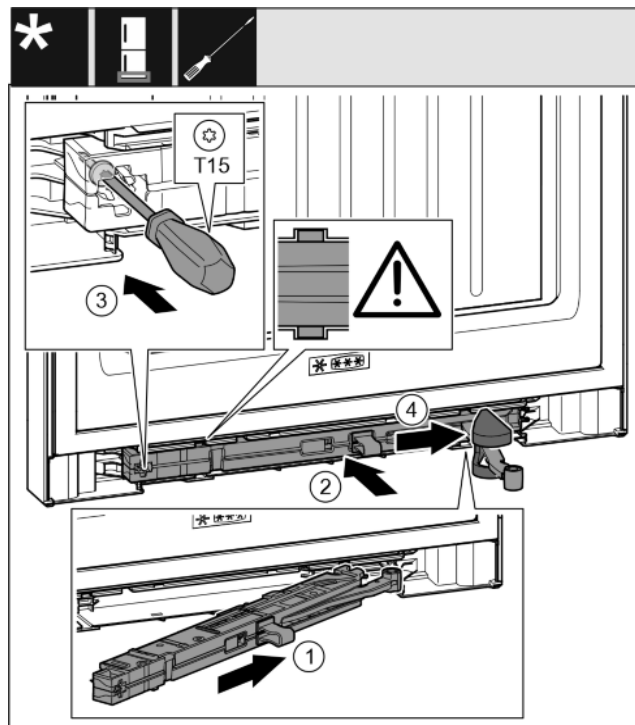

Fig. 36
- Enoto blažilnikov za zapiranje vrat na strani ležajnega podstavka potisnite v odprtino do prislonu. Fig. 36 (1)
- Enoto blažilnikov za zapiranje vrat popolnoma potisnite v odprtino. Fig. 36 (2)
- Trdno privijte vijak z izvijačem T15. Fig. 36 (3)
- Pokrov potisnite preko zgibnega dela. Fig. 36 (4)